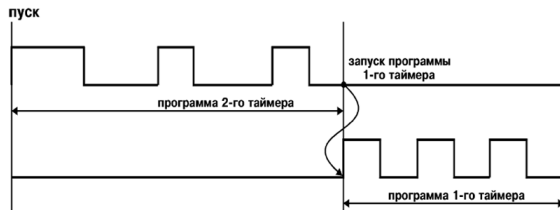

Рисунок 3.19
3.1.7.6 При «rESt» = 5 (установка возможна только при значениях «Inp» = 1, 2 или 3) запуск или перезапуск таймера 1 происходит после окончания выполнения программы таймера 2 (рисунок 3.19).